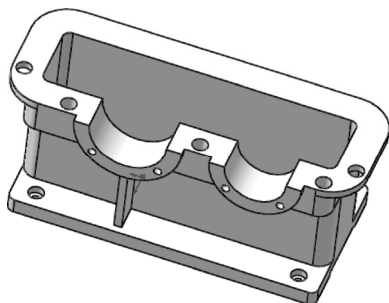

图9-86 创建加强
**03** 创建加强筋。选择菜单栏中的“插入”→“特征”→“筋”命令，或单击“特征”控制面板中的“筋”按钮，系统弹出“筋”属性管理器。设置如图 9-85 所示。然后单击“确定”按钮，最终的筋特征如图 9-86 所示。